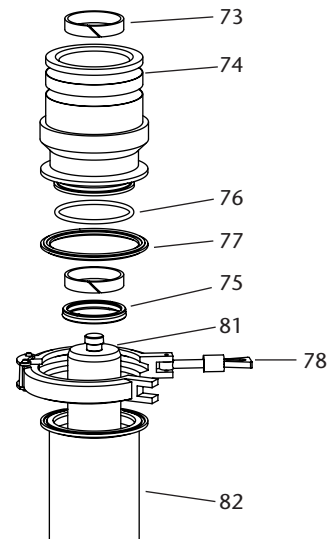

Fig. 11
7. Retire la abrazadera (78) del casquillo porta-juntas (74) (fig. 11).
8. Extraiga cuidadosamente el casquillo porta-juntas (74) del cuerpo salida fluido (82). Preste especial atención para no golpear el vástago (81) con algún elemento.
9. Retire el collarín (75), las guías (73) y las juntas (76,77).